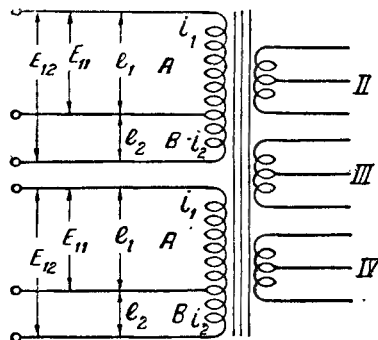
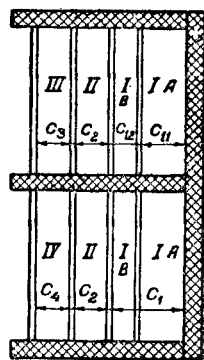

Рис. 14. Схема и данные нагрузок первой обмотки (к примеру № 5)
Рис. 16
Пример 5. Требуется произвести расчет трансформатора для выпрямителя к приемнику ЦРЛ - 10. Расчет самого выпрямителя рассматривался в 3-м примере предыдущей статьи. Схему обмотки I приводим здесь на рис. 14. При расчете выпрямителя было найдено, что:
Первичная обмотка имеет две двойные секции (рис. 14). Секция А имеет напряжение $e_1 = 110 \text{ В}$ и ток $i_1 = 0,34 \text{ А}$.
Находим толщину обмотки I. Расчет ведем отдельно для секций А и В по видоизмененной формуле (29). На рис. 16 показано расположение этих секций, а также и остальных обмоток. Так как здесь мы имеем обмотку I, состоящую из двух двойных секций (рис. 14), то формулу (10) следует писать таким образом: